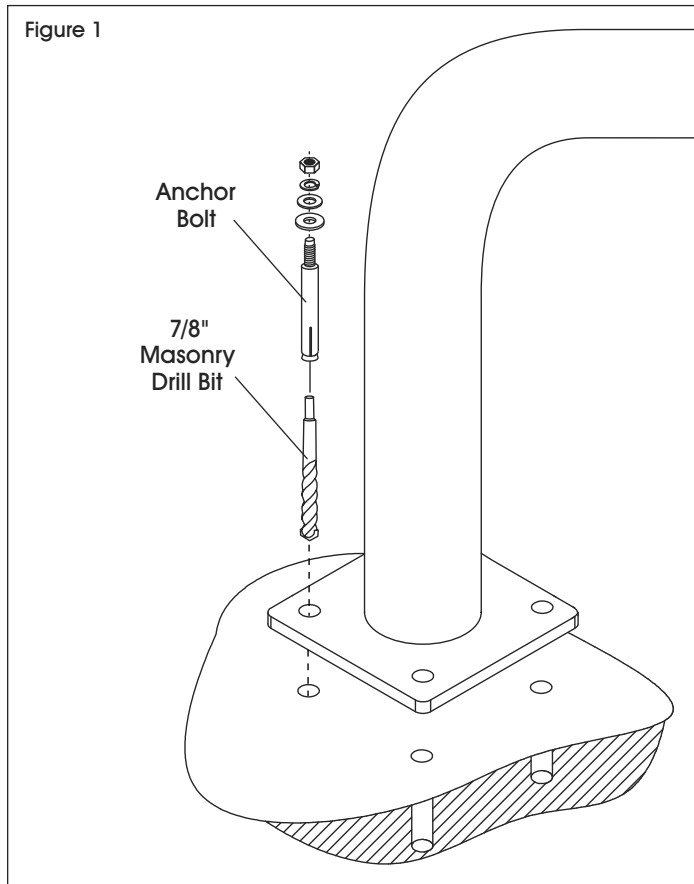

Figure 1
2. Using a 7/8" diameter masonry drill bit, drill a hole approximately 5" deep into the floor. (See Figure 1)
2. À l'aide d'un foret de maçonnerie de 7/8 po de diamètre, percez un trou d'environ 5 po de profondeur dans le sol. (Voir Figure 1)